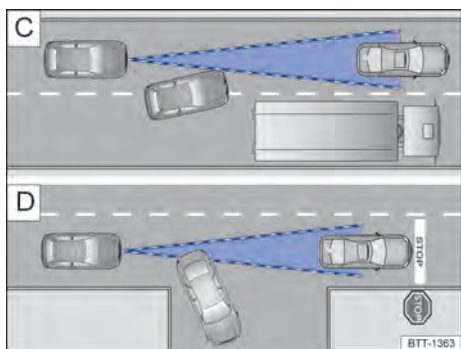

Fig. 99 C) Cambio de carril. D) Vehículo girando o parado.
Por ejemplo, si un vehículo detectado por el ACC gira o abandona el carril, y si hay un vehículo parado frente a este vehículo, el ACC no reaccionará al vehículo parado → fig. 99 D).
- Vehículos que cambian al carril donde usted está a poca distancia del vehículo → fig. 99 C).